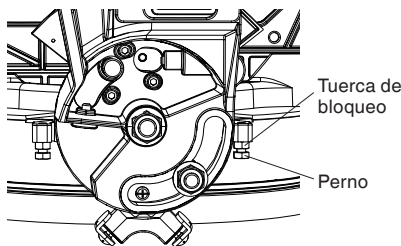

Fig. 16
- (2) Afloje la empuñadura de bloqueo del bisel e incline la carcasa de engranajes totalmente hacia la izquierda.
- (3) Utilizando una herramienta combinada, verifique si la hoja está en 45° con respecto a la mesa.
- (4) Para realizar el ajuste, incline la carcasa de engranajes a 0°, afloje la tuerca de bloqueo y gire el perno hacia dentro o hacia afuera para aumentar o reducir el ángulo como se visualiza en la Fig. 16.
- (5) Incline la carcasa de engranajes de nuevo hacia la izquierda, y verifique la alineación de nuevo.
- (6) Repita los pasos hasta que la hoja esté en 45° con respecto a la mesa. Una vez obtenida la alineación, apriete la tuerca de bloqueo y la empuñadura de bloqueo de bisel.